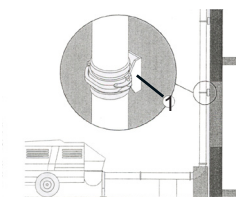

Fig.4
- controllare l'integrità delle tubazioni ed il corretto serraggio dei raccordi sia in fase di allestimento della linea o piazzamento della colonna che prima di cominciare ogni fase di pompaggio. Le tubazioni devono essere correttamente bloccate, eventualmente utilizzando delle apposite staffe di fissaggio (ad esempio Fig.4 Rif.1) .